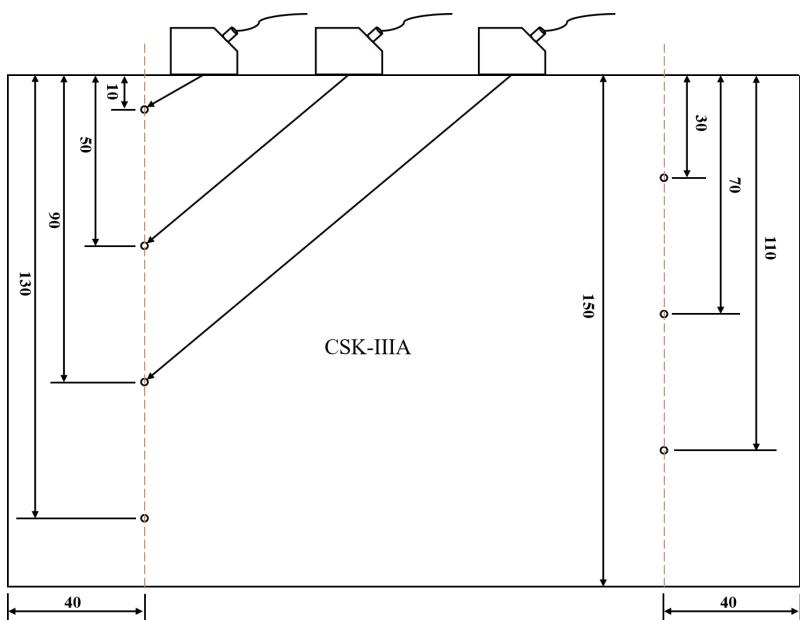

图 4.4 绘制 DAC 曲线时斜探头放置区域
①参考第 4.1.2 节内容，进行横波斜探头的声速、零偏和 K 值的自动校准。
①常用功能界面中，点击【曲线功能】，点击功能状态栏上的【制作】，仪器进入 DAC 曲线的测试点采取，屏幕左上角出现“测试点 0”；
②将斜探头放置在 CSK-IIIA 试块上，对准试块上的反射孔，缓慢移动探头直至找出该孔的反射回波，如图 4.4 所示；
③移动闸门 A 锁住该回波，通过微调探头位置，找出该回波幅度的最大值所在的位置，按住斜探头；